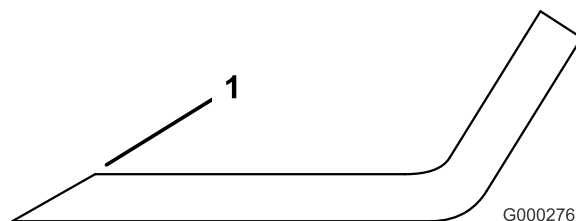

Bild 34
3. Prüfen Sie die Schnittkanten der Messer. Schärfen sie, wenn die Kanten stumpf sind oder Kerben haben. Schärfen Sie nur die Oberseite der Schnittkanten und behalten dabei den ursprünglichen Schnittwinkel bei, um die Schärfe des Messers zu gewährleisten (Bild 34). Das Schnittmesser behält seine Auswuchtung bei, wenn von beiden Schnittkanten die gleiche Materialmenge entfernt wird.